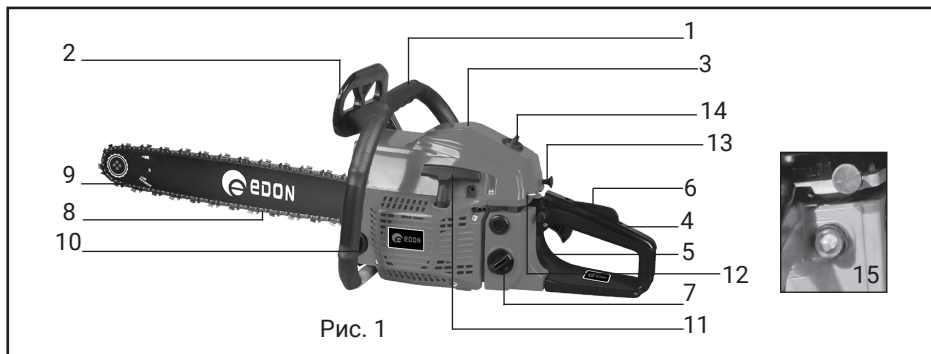

Рис. 1
4.1 Основные функции и внешний вид пилы представлены на рис. 1
Для установки пильной шины (рис. 1, поз. 9) и цепи (рис. 1, поз. 8) необходимо снять внешний кожух (рис. 4, поз. 1) привода шины, открутив гайки крепления (рис. 4, поз. 2) внешнего кожуха и ослабить регулировку натяжения цепи (рис. 4, поз. 3);
- открутить крышку масляного бака (рис. 1, поз. 10);
- плотно закрутить крышку масляного бака (рис. 1, поз. 10).
Для очистки воздушного фильтра необходимо снять внешнюю крышку (рис. 1, поз. 3), открыв фиксатор (рис. 1, поз. 14) на корпусе воздушного фильтра и снять верхнюю крышку (рис. 1, поз. 3).
Извлеките фильтрующий элемент и промойте его в мыльном растворе, удалите излишки влаги, высушите его, после чего промокните его в чистом моторном масле, удалите излишки масла и установите фильтрующий элемент обратно. Закройте крышку и зафиксируйте ее фиксатором (рис. 1, поз. 14) в обратной последовательности.
- залить топливную смесь в топливный бак (рис.1, поз. 7) бензопилы;
- залить масло для смазки цепи в масляный бак (рис. 1, поз. 10);
- перевести кнопку включения зажигания (рис. 1, поз. 12) в положение (вкл.);
- нажать 5-7 раз на насос праймер (рис. 1, поз. 15) для заполнения карбюратора топливной смесью;
- вытянуть рычаг воздушной заслонки (рис. 1, поз. 13) на себя до упора;
- нажать последовательно защиту от случайного пуска (рис. 1, поз. 6) и рычаг дроссельной заслонки (рис. 1, поз. 5);
- придерживая левой рукой бензопилу, правой рукой потяните за ручку ручного стартера (рис. 1, поз. 11) до ощутимого сопротивления, затем резко дерните ручку стартера до момента первого признака запуска (схватывания);
- убрать рычаг воздушной заслонки (рис. 1, поз. 13) обратно от себя до упора;
- придерживая левой рукой бензопилу, правой рукой потяните за ручку ручного стартера (рис. 1, поз. 11) до ощутимого сопротивления, затем резко дерните ручку стартера до момента запуска;
- вытянуть рычаг воздушной заслонки (рис. 1, поз. 13) на себя до упора, затем задвиньте полностью обратно (заслонка заняла пусковое положение);
- придерживая левой рукой бензопилу, правой рукой потянуть за ручку ручного стартера (рис. 1, поз. 11) до ощутимого сопротивления, затем резко дернуть ручку стартера до момента запуска;